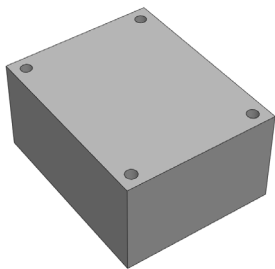

图 5-51 打开素材模型
(1) 单击常用工具栏中的【打开】按钮，打开一幅素材模型，如图 5-51 所示。